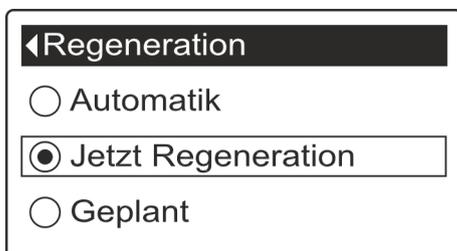

Abb. 21: Menü Regeneration
4. betätigen, bis der Menüpunkt „Jetzt Regeneration“ ausgewählt ist (Abb. 21).